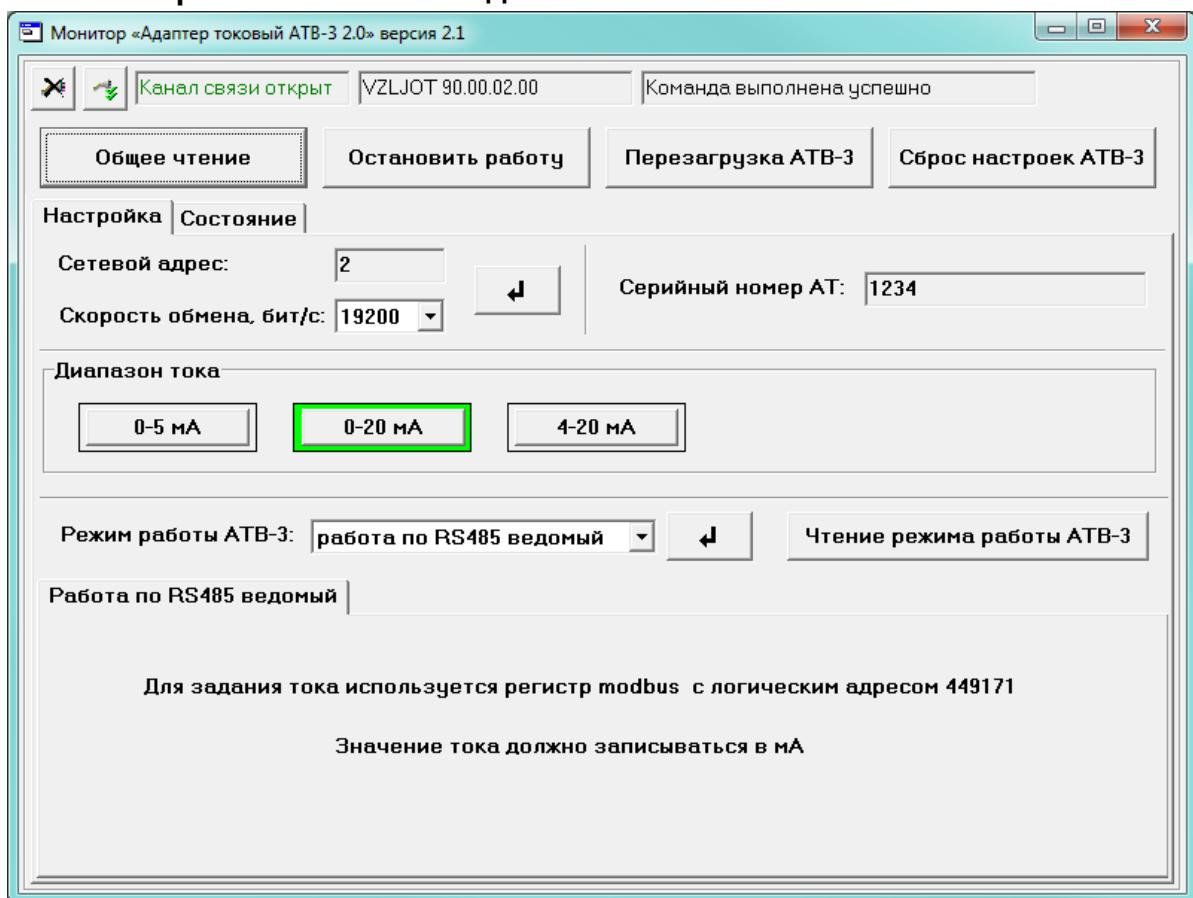

Рис.8. Вкладка режима работы по RS-485 «ведомый»
2.4.5. На рис.8 приведен пример настройки работы адаптера в режиме непосредственного ввода данных по интерфейсу RS-485 (режим «работа по RS485 ведомый»).